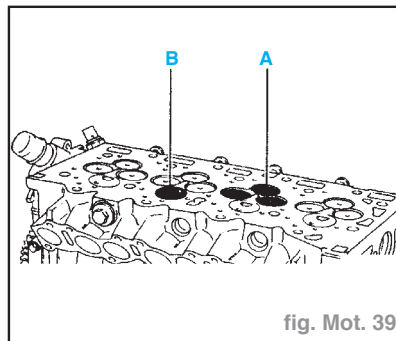

fig. Mot. 39
- Mettre en place les préchambres (B), vérifier à l'aide des outils **Mot. 251-01** et **Mot. 252-01**, leur dépassement. Il doit être compris entre **0 et 0,04 mm** (fig. Mot. 39).